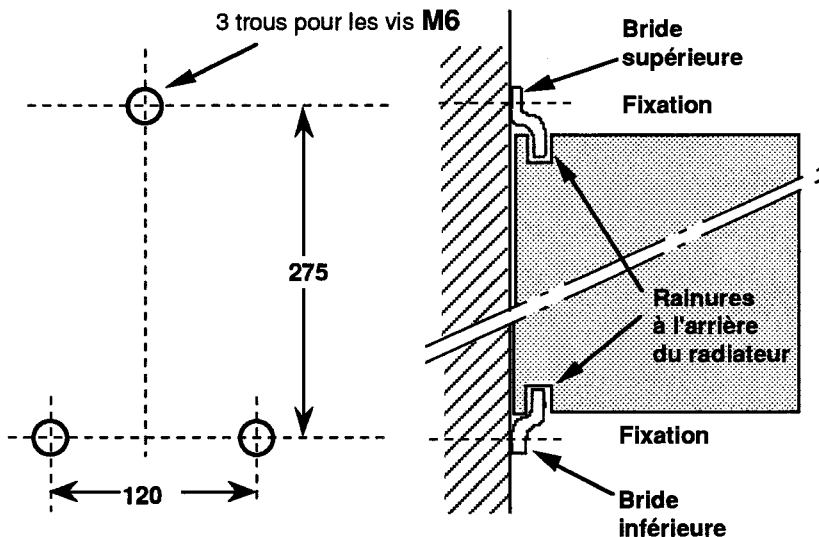

Figure 2.1. Cotes de perçage et fixation d'un gradateur non ventilé
- Fixer les deux brides sur le panneau par les vis M6 en respectant les cotes de perçage données (fig.2.1).